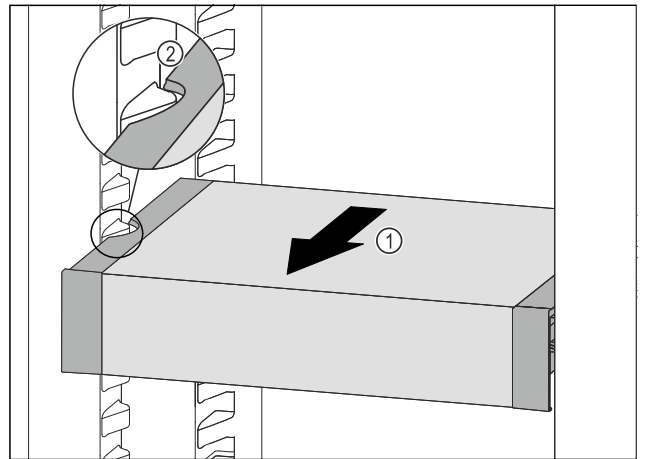

Fig. 105
- ▶ Húzza előrefelé a VarioSafe fiókot annyira Fig. 105 (1), hogy a VarioSafe oldalsó kivágásai a hűtőrészben a tartó-borda magasságában legyenek. Fig. 105 (2)